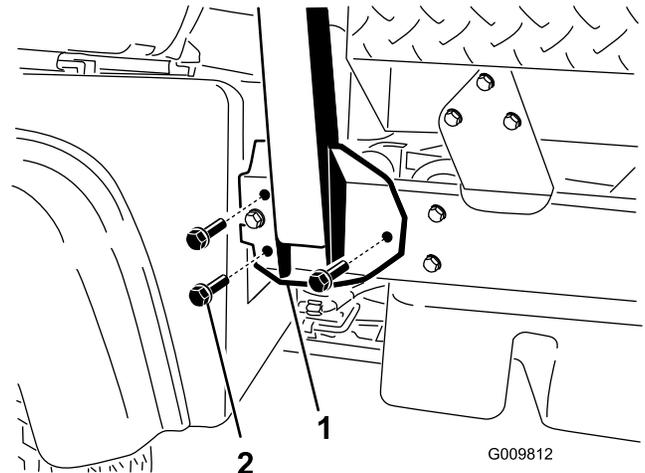

Figure 4
2. Placez chaque côté du système ROPS en face des trous de montage de chaque côté du cadre de la machine, comme montré à la Figure 4.